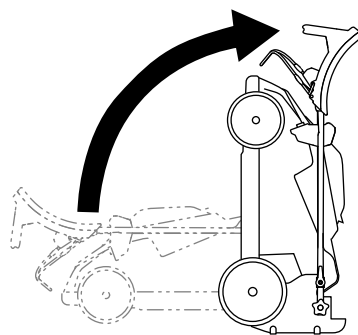

Figura 20
5. Levante la parte delantera de la máquina con el manillar y llévela al lugar de almacenamiento (Figura 20).